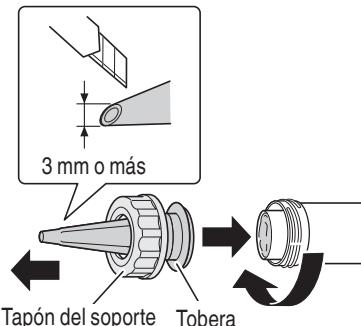

Fig. 22
Corte la punta de la tobera a 3 mm o más antes del uso. (Fig. 22)
- (2) Combine el tapón del soporte y la tobera, y acópleslos al soporte. Corte la punta de la tobera a 3 mm o más antes del uso. (Fig. 22)